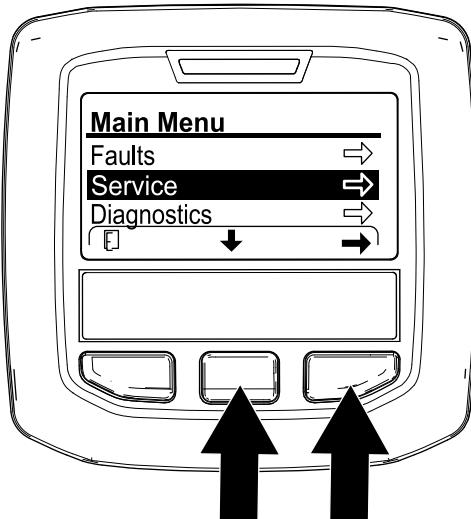

Figura 103
3. En el InfoCenter, desplácese hasta el MENÚ PRINCIPAL (Figura 103).